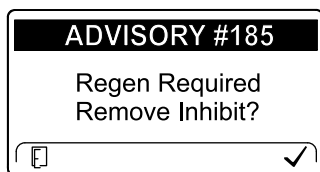

Bild 64
**Hinweis:** Wenn Sie im InfoCenter das Verhindern der Zurücksetzen-Regenerierung eingestellt haben, wird ADVISORY#185 (Bild 64) alle 15 Minuten im